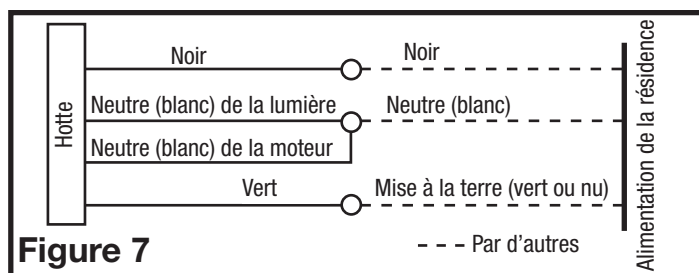

Figure 7
1. Connecter le fil Noir lâche de la hotte de cuisine au fil Noir de l'alimentation, et les deux fils lâches Blanc de la hotte au fil Blanc de l'alimentation. Connecter le fil de mise à la terre (vert ou dénudé) de l'alimentation à la vis verte de mise à la terre de la hotte. Utiliser des méthodes de connexion approuvées pour toutes les connexions (Figure 7).